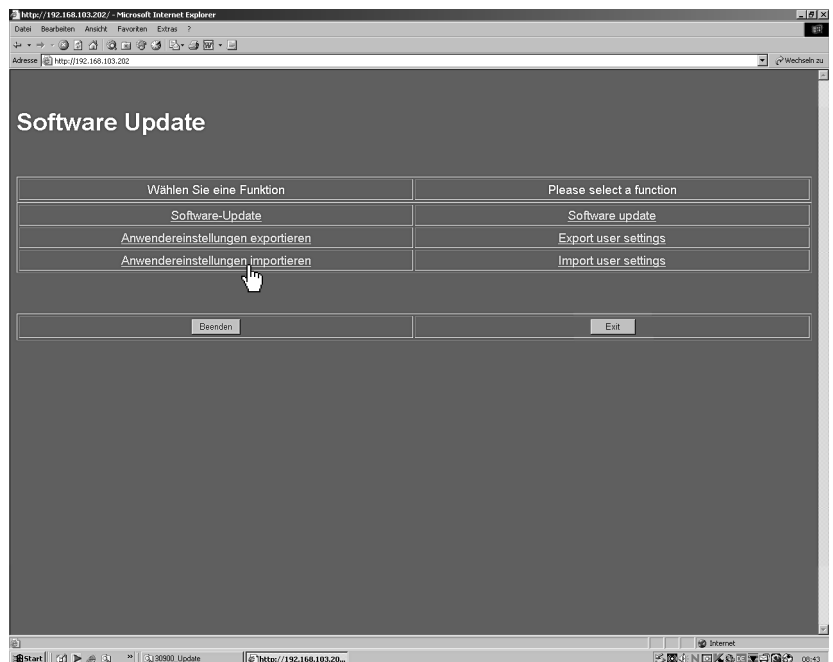

Bild 5-18: Anzeige des Software-Update-Programms in einem Internet-Browser
2. Im Browser-Fenster erscheint das Software-Update-Programm des SurroundControl 30900(-24) (siehe Bild 5-18). Wählen Sie „Anwendereinstellungen importieren“. **Beachten Sie bitte die Hinweise auf der Import-Seite** (siehe Bild 5-19).
8. Klicken Sie auf die Schaltfläche „Zurück“ (siehe Bild 5-23), um auf die Startseite (siehe Bild 5-18) zurück zu kehren, und klicken Sie auf „Beenden“, um das Update-Programm zu verlassen (siehe Bild 5-18).